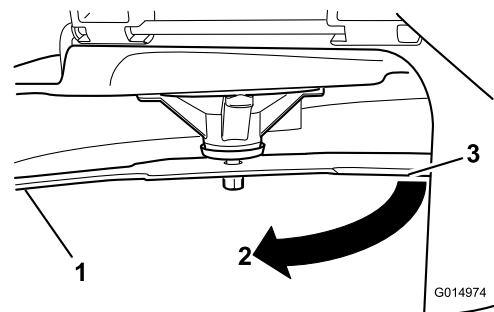

Figura 52
- Ruotate la stessa lama di 180 gradi in modo che il tagliante opposto si trovi ora nella stessa posizione (Figura 52).